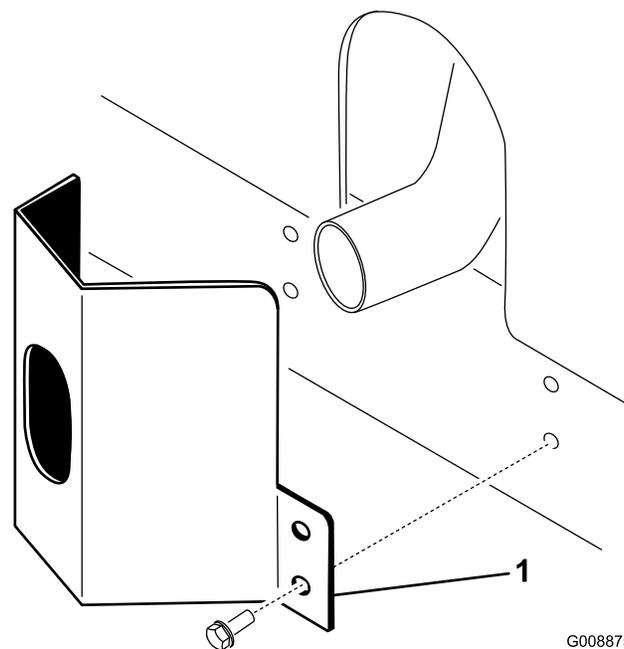

図 36
2. タップねじ本で固定する 図 36。
1. フレームについている取り付け穴に合わせてマフラー部にガードを取り付ける 図 36。